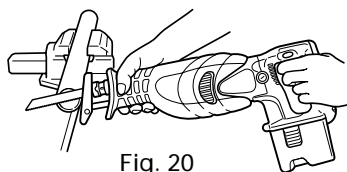

Fig. 20
(1) Fixer solidement la pièce avant de procéder. (Fig. 20)
(2) Pour la coupe de métaux, utiliser de l'huile de machine appropriée (huile de turbine, etc.). Si l'on n'utilise pas d'huile de machine liquide, appliquer de la graisse sur toute la surface de la pièce.